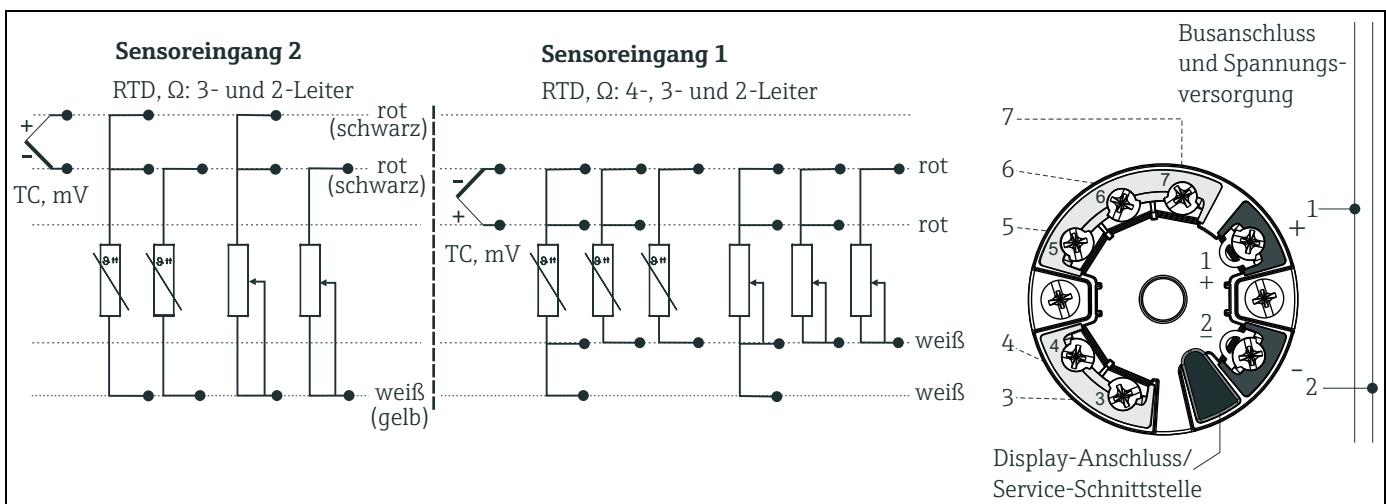

Abb. 5: Verdrahtung des Kopftransmitters
3. Schließen Sie die Leitungen gemäß → Abb. 5 an. Ist der Kopftransmitter mit Federklemmen ausgestattet, beachten Sie besonders → Kap. 4.2.1.